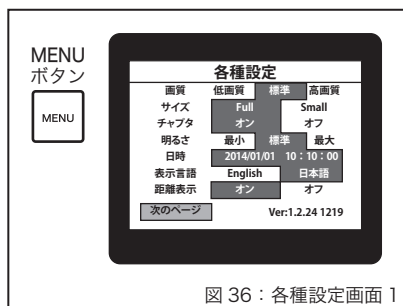

図 36：各種設定画面 1
● 各種設定画面を表示する (図 36)
- ・**MENU** ボタンを押すと図 36 の**各種設定画面**が表示されます。変更、設定したい機能を⬆、⬇にて選択し「再生/決定」ボタンを押すとカーソルが右へ異動し、設定を選択できるようになります。設定したいモードを選び、「再生/決定」ボタンを押すと設定が変更され、カーソルが左に移動します。
- カーソルを「前のページ」に移動し「再生/決定」ボタンを押すと、各種設定画面1（図 36）に戻ります。